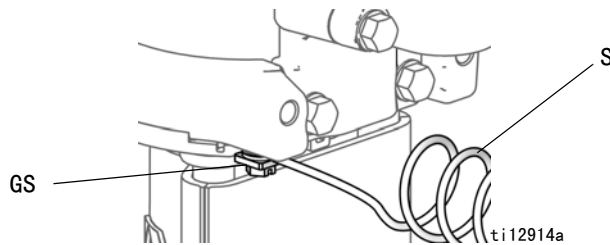

图 4. 接地螺丝和导线
参见图 4。请确认是否已连接接地螺丝 (GS)，并拧紧至气动马达。将接地导线的另一端 (S) 连接到真正的大地接地点上。